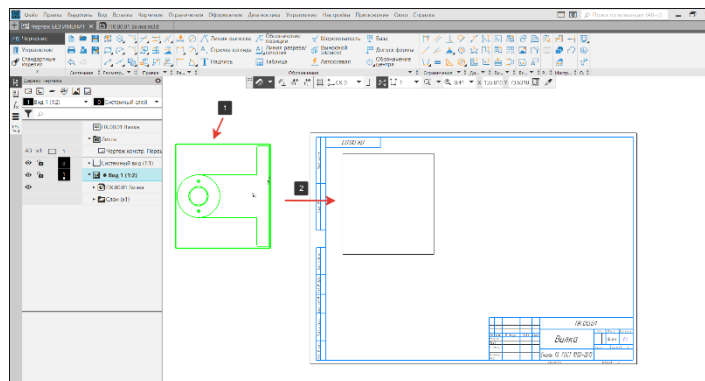

Рисунок 204 – Перемещение вида
- Для перемещения вида нажмем на пунктирную рамку вокруг вида (1) и не отпуская кнопки перенесем вид на поле листа (2) (Рисунок 204).